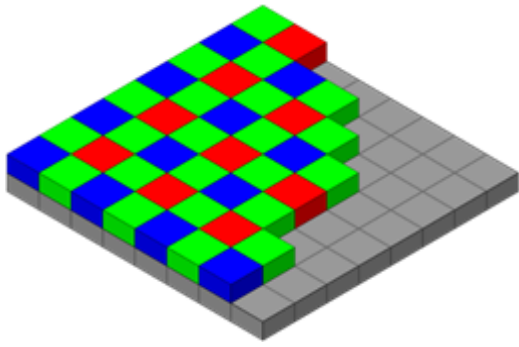

Рис. 2. Матриці з фільтром Брайєра.
- Матриці з мозаїчним фільтром (Фільтр Брайера) рис. 2. Це одна з найрозповсюдженіших конструкцій матриць. Якщо пояснити просто то поверх матриці напроти сенсорів знаходиться світловий фільтр що складається в основному з трьох кольорів: зелений, червоний, синій які пропускають світловий потік необхідного діапазону. Так відразу хочеться поставити запитання а навіщо фільтр поверх матриці? А все тому що матриця не розуміє де який колір і всі матриці монохромні і реагують на весь спектр світлового потоку тому щоб матриця реагувала лише на необхідний світловий потік його треба відфільтрувати. Та тут відразу постає питання і порівняння з моніторами. Якщо в моніторі кожен піксель складається з 3-х субпікселів RGB то як один піксель в матриці з мозаїчним фільтром може відображати гамму кольорів? – Завдяки інтерполяції) Якщо просто то данні по кольорам беруться з сусідніх пікселів і змішуються в колір. Як на мене то це трохи шахрайство бо особисто я сприймаю кожен піксель як субпіксель а це означає що реальна роздільна здатність в тричі менша а заявлений розмір зображення ми отримуємо через збільшення зображення і заповнення пустих пікселів середнім кольором між сусідніми пікселями.